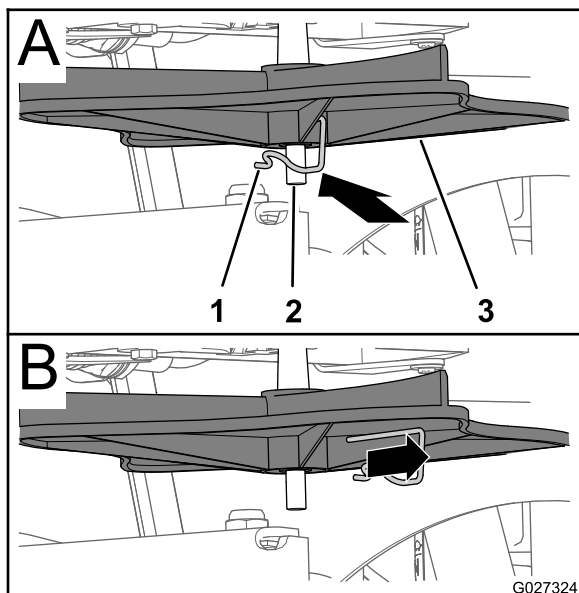
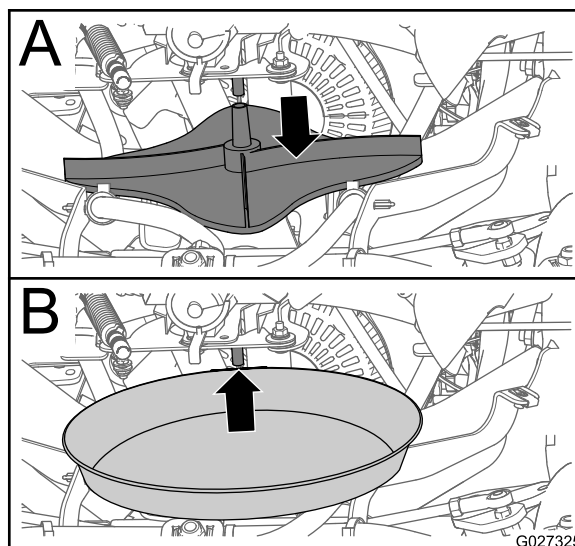

Figure 27
Figure 28
4. Retirez la goupille d'entraînement qui fixe la turbine à l'arbre du moteur de turbine et déposez la turbine de l'arbre (Figure 27 et Figure 28).
5. Placez un bac peu profond sous l'arbre du moteur de turbine (Figure 28).